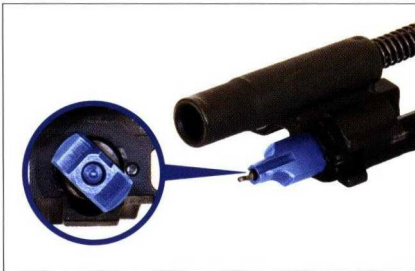

Abb. 77: Montageposition des Steuerstücks
4. Steuerstück drehen bis die Montageposition erreicht ist (Abb. 77).